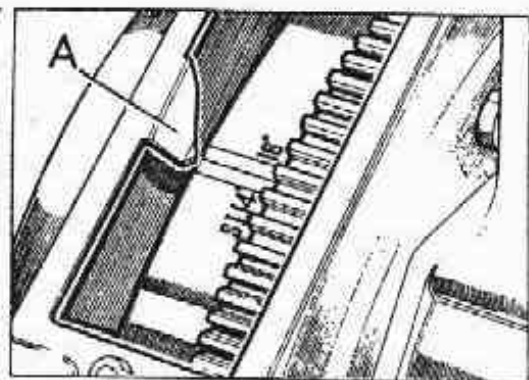

Fig. 43. Referencias del volante para la puesta a punto
1. El volante del motor lleva grabadas las referencias 14° y 16° , precedidas de la indicación «SI» (fig. 43).